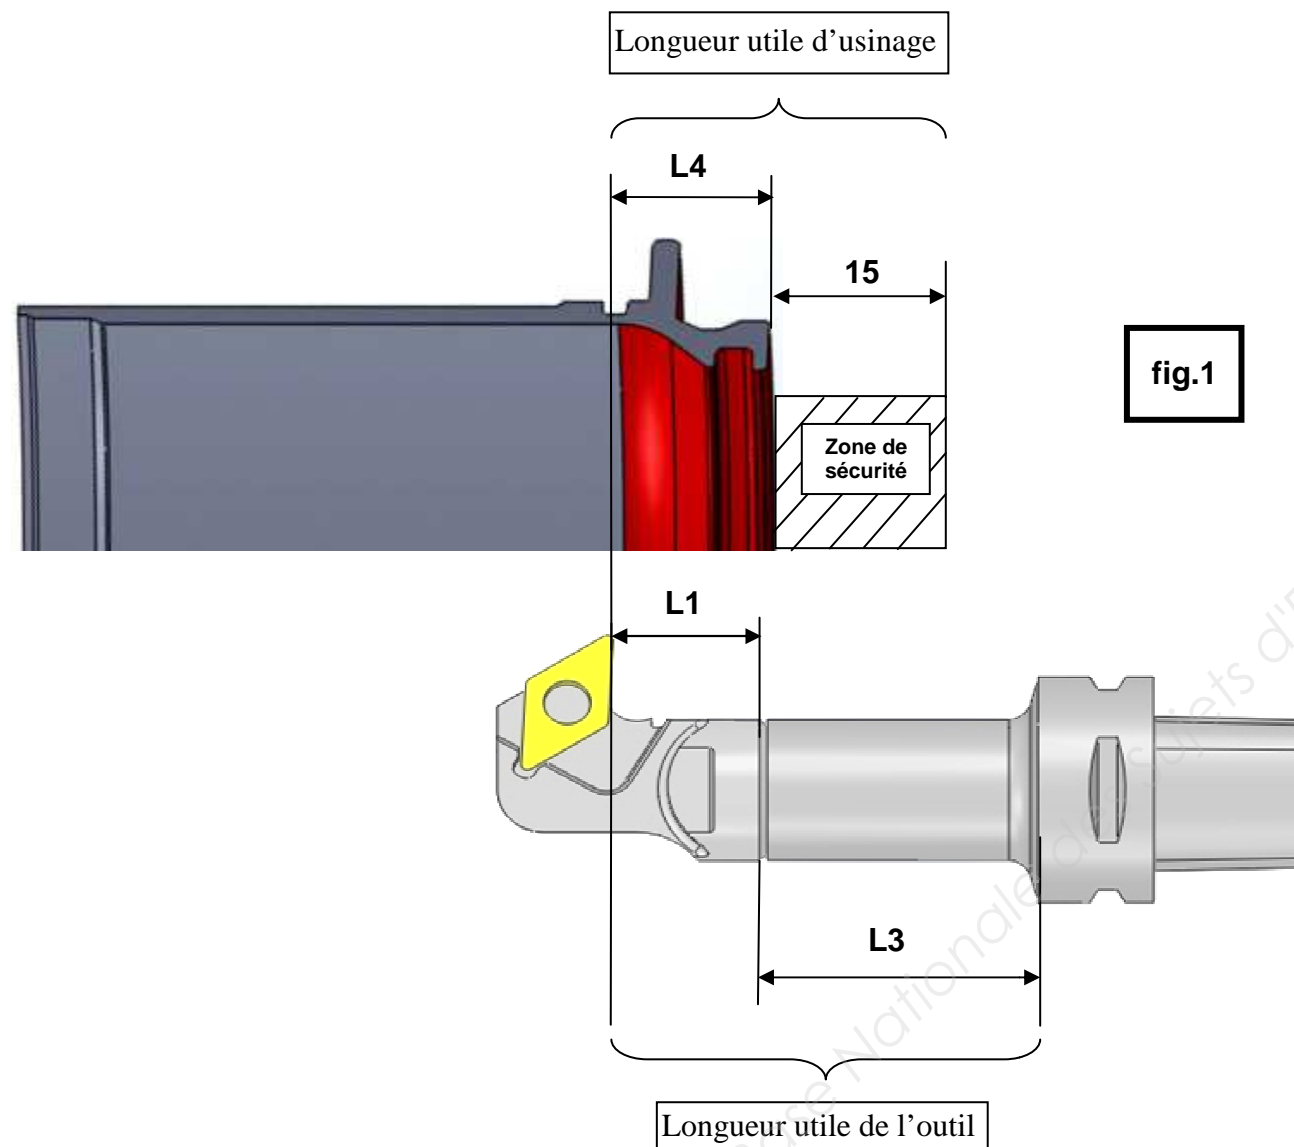

fig.1
- Nous souhaitons vérifier que la longueur utile de l'outil soit supérieure à la longueur utile d'usinage (voir fig.1) afin d'éviter la collision outil / pièce.